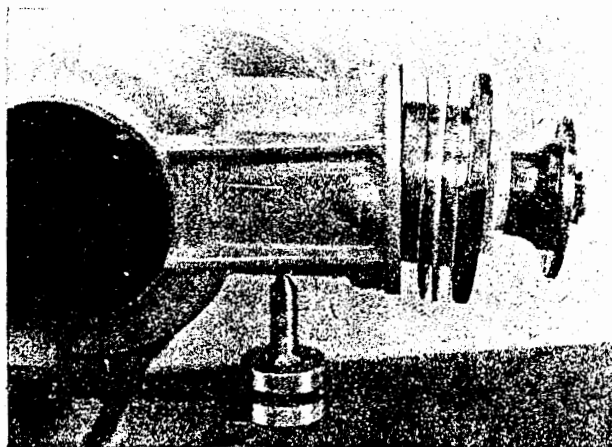

Bild H 21. Herausziehen der Ritzelwelle
4. Zwei Sechskantschrauben M 10 in die vorhandenen Abdrücklöcher einschrauben und die Ritzelwelle, vollst. aus dem Hals des Gehäuses herausdrücken (Bild H 21). Die im Abschnitt 5.4.5. Punkte 2...4 beschriebenen Arbeitsgänge ausführen.